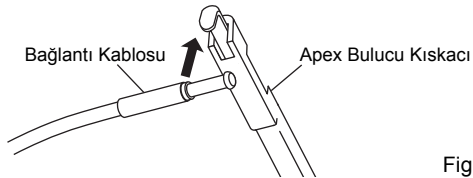

Fig. 1
- 2)Apex bulucusunun kısırgacına anguldurva kafası bağlantı kablosunu takınız. (Fig. 1)